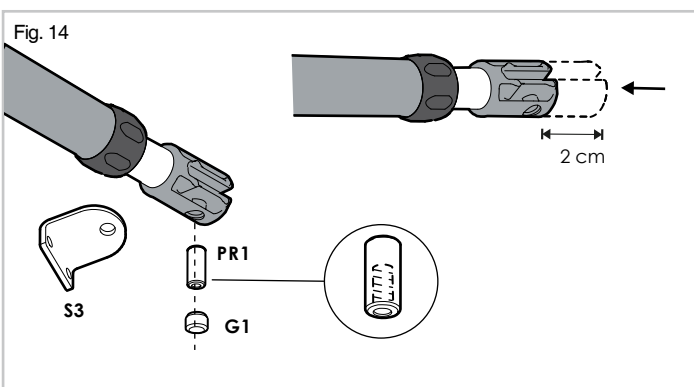

Fig. 14
- Far rientrare lo stelo inox di circa 2 cm fig. 14.